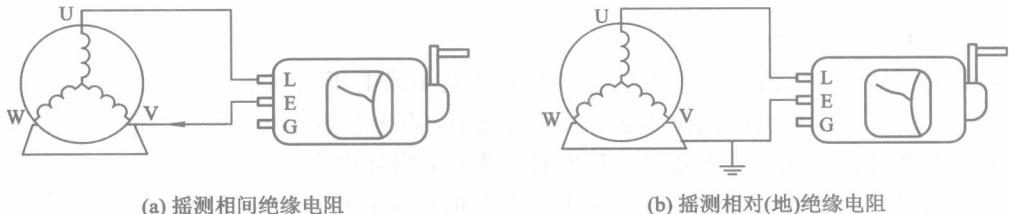

图 1.3.1 摆测电机绝缘的接线示意图
(1) 测量前要先切断被测设备的电源，并将设备的导电部分与大地接通，进行充分放电，以保证安全。用兆欧表测量过的电气设备也要及时接地放电，方可进行再次测量。
(2) 测量前要先检查兆欧表是否完好，即在兆欧表未接上被测物体之前，摇动手柄使发电机达到额定转速(120r/min)，观察指针是否指在标尺的“ $\infty$ ”位置。将接线柱“线”(L)和“地”(E)短接，缓慢摇动手柄，观察指针是否迅速指在标尺的“0”位。若指针不能指到该指的位置，则表明兆欧表有故障，应检修后再用。
(3) 正确接线。兆欧表上有三个接线柱，分别标有 L(线路)、E(接地)和 G(屏蔽)。其中，L 接在被测物和大地绝缘的导体部分；E 接在被测物的外壳或其他相关导体部分或大地；G 接在被测物的屏蔽环上或不需要测量的部分。
(4) 测量三相绕组之间的绝缘电阻，即测量相间绝缘时应将两表笔分别接 U - V、V - W、W - U(A - B、B - C、A - C)，接线端子接线如图 1.3.1(a)所示。若测量的是线路对大地的绝缘电阻，则应将被测端接到 L 端子，被测外壳接到 E 端子；如测三相电动机一绕组对外壳的绝缘电阻时，接线如图 1.3.1(b)所示。